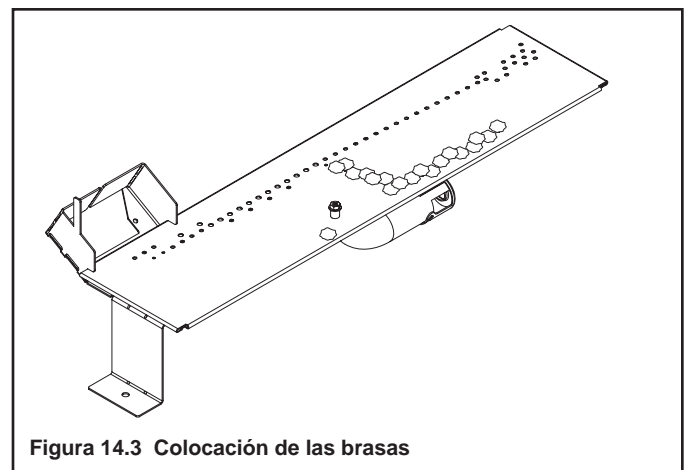

Figura 14.3 Colocación de las brasas
- Cuando coloque las brasas Glowing® sobre el quemador, no cubra los hoyos. Sólo coloque trocitos de brasas (del tamaño de una moneda de diez centavos) en frente del pasaje de los hoyos pero no sobre o en medio de ellos (consulte la Figura 14.3). No seguir este procedimiento puede causar problemas de encendido y de acumulación de hollín.